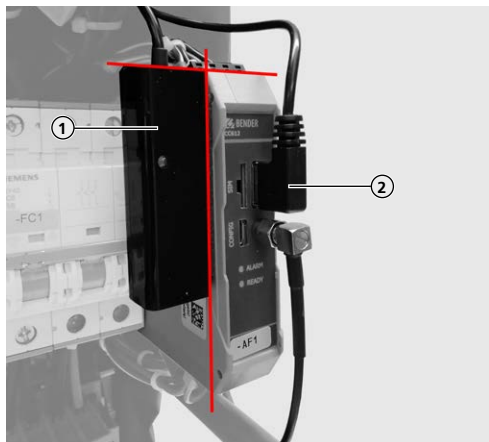

Fig. 4: Feste USB-Ethernet-adapteren i plan på ECU-en
- ▶ Fest USB-Ethernet-adapteren **(1)** i **plan** på ECU-en (se Fig. 4).